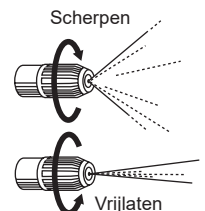

Figuur 14
1. Zet de cock naar de zijde van "lock" om de machine als een kop type te gebruiken. Verwijs naar Figuur 14.